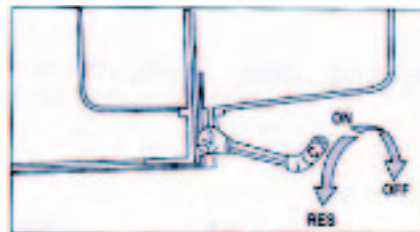

Fig. 29
**6.2 Controllo del flusso di carburante (Fig. 29):**